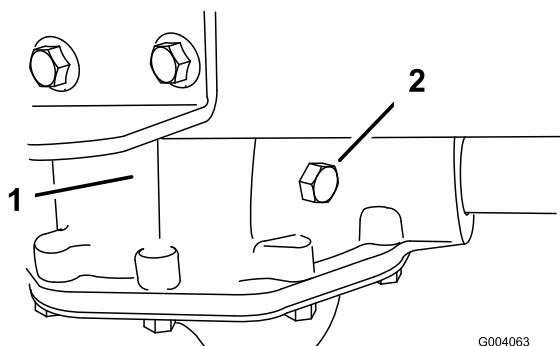

図 45
2. トランスアクスルについている点検ボルトを外す（図 45）。